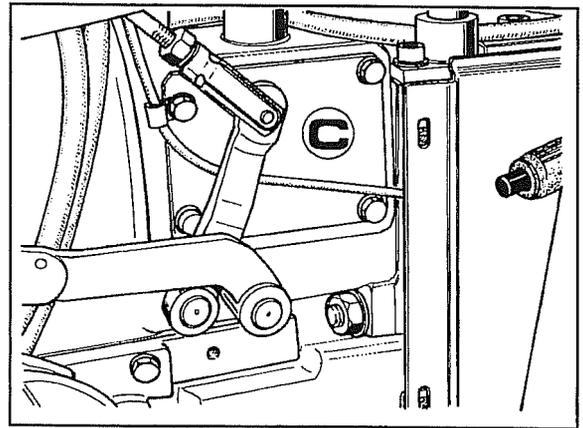

Fig. 2
- 2 Quitar la tapa **C** en la campana embrague y el del lado opuesto como se muestra en la fig. 2.